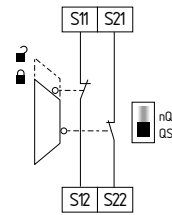

Fig. 13
**Circuito de monitorización de un resguardo de seguridad de dos canales con dispositivo de enclavamiento según EN ISO 14119 (véase fig. 13)**